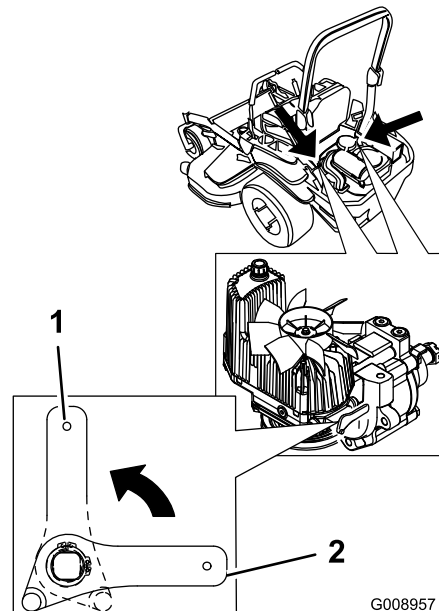

Figure 38
2. Tournez les leviers des vannes de déblocage en position verticale pour pousser la machine. Cela permet à l'huile hydraulique de contourner la pompe et aux roues de tourner (Figure 38).
4. Tournez les leviers des vannes de déblocage en position horizontale pour utiliser la machine (Figure 38).